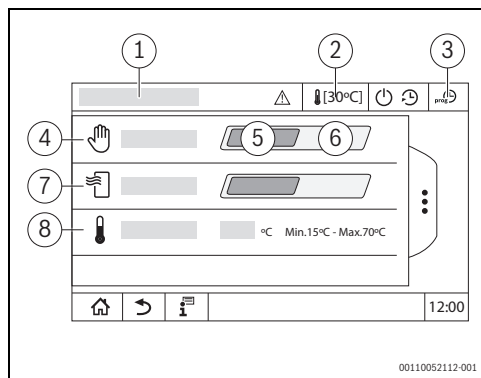

Рис. 2 Дополнительные функции, Ручной режим
- коснитесь **Выкл.** (→ рис. 2, [5], стр. 5)